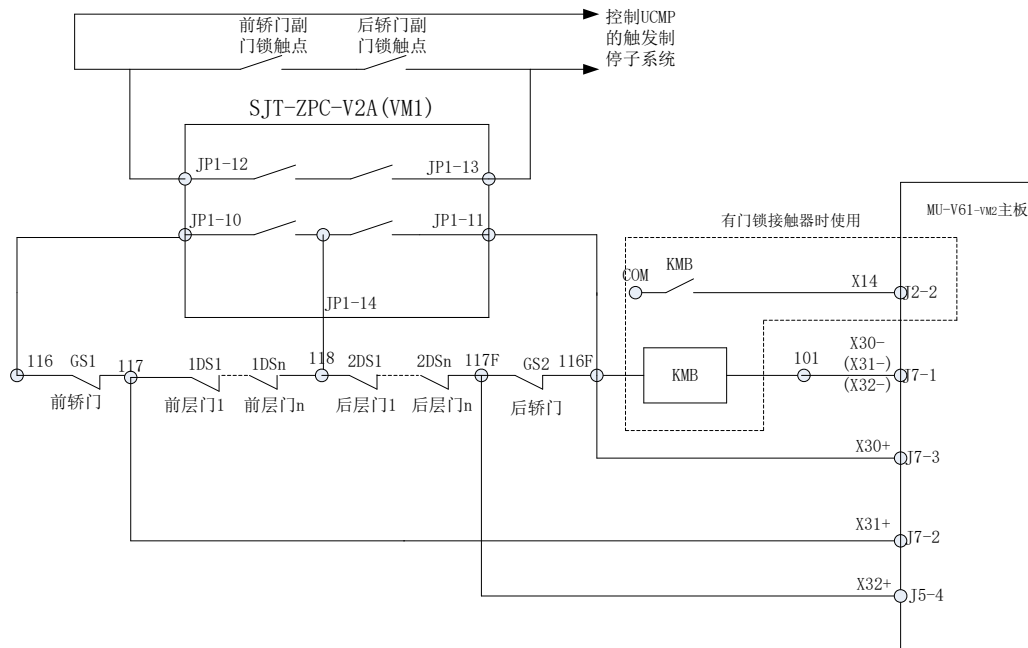

图 F12.3 双侧门（贯通）情况下，层门、轿厢门短接检测方案（适合异步曳引机并结合 UCMP 制停子系统适用）
- F4-06-04=ON：将使用 X32 输入检测贯通后门轿门和层门间的信号，检测是否封线，双门贯通，按图 F12.3 方式接线，符合新标准必须选用。
- 必须使用 SJT-ZPC-V2A(VM1) 型安全电路板，SJT-ZPC-V2A(VM1) 为新型号的安全电路板，兼容替换 SJT-ZPC-V2A 型使用，SJT-ZPC-V2A(VM1) 型安全电路板增加了 JP1-14 端子输出，可以如图 F12.3 所示，分两路输出分别封前门和后门。SJT-ZPC-V2A(VM1) 型安全电路板同样具备提前开门、再平层和轿厢意外移动检出子系统功能。SJT-ZPC-V2A(VM1) 型将替代 SJT-ZPC-V2A 型安全电路板。
- 为了符合新国标（或新检规），层门或轿门分别短接，可有效检出，并停止正常运行，如图 F12.3 所示，必须安装安全电路板（SJT-ZPC-V2A (VM1) 型），并且开启提前开门或再平层功能（F4-06-19 或 F4-06-20 必须设置为 ON）；